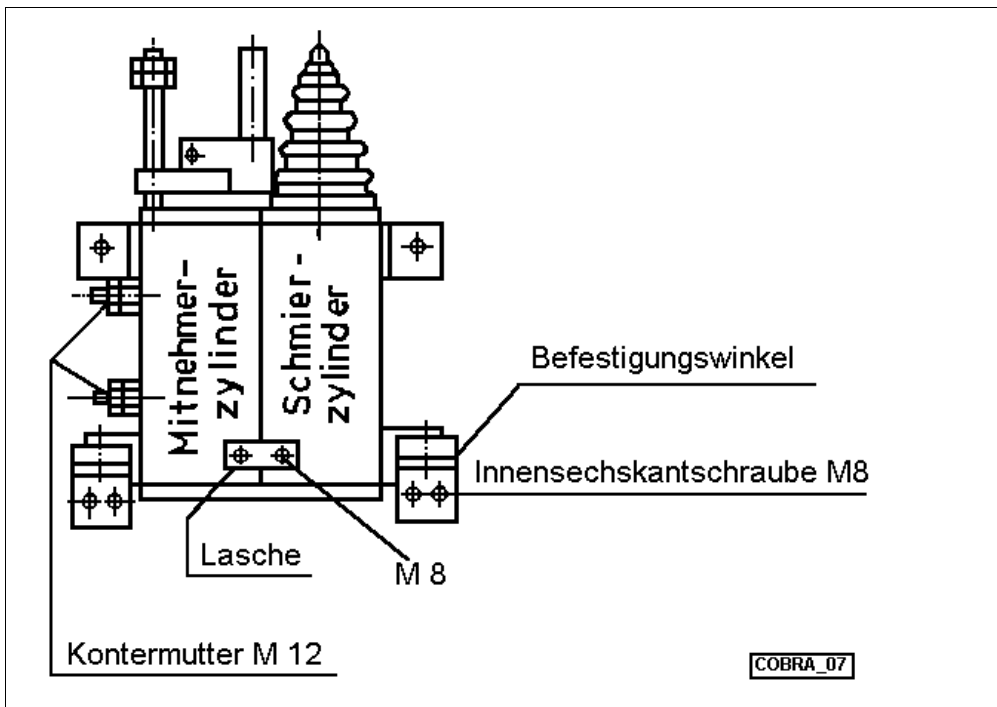

Bild 7: Einstellung des Abstandes Mitnehmer - Schmierkopf
- Mitnehmerzylinder ausgefahren; Mitnahmeelement (A) liegt fest an Tastscheibe (E) an
- 4 x 2 Kontermuttern seitlich am Mitnehmerzylinder lösen (siehe Bild 7)
- Schrauben M8 an der Lasche im hinteren Teil der beiden Zylinder lösen (siehe Bild 7)
- Mitnehmerzylinder und Schmierkopfzylinder gegenseitig mit den Kontermuttern M12 so verstellen, daß Schmierkopf und Schmiernippel in einer Achse liegen (Bild 7). Abstand zwischen den Zylindern muß kleiner als 10 mm sein.